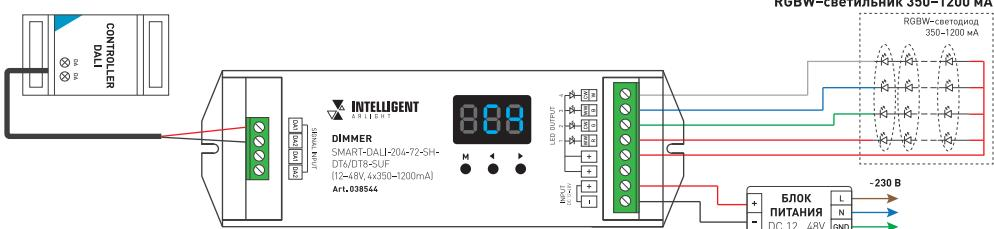

Рис.1. Пример схемы подключения диммера к светильнику [светодиодным модулям]
- 3.3. Подключите диммер согласно схеме на рис. 1.